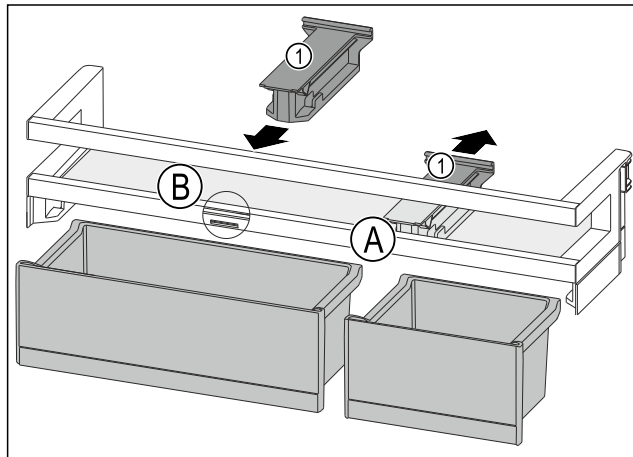

Fig. 115
- ▶ Pridržni dio Fig. 115 (1) u položaju Fig. 115 (A) skinite prema natrag.
- ▶ Pridržni dio Fig. 115 (1) umetnite u položaj Fig. 115 (B).